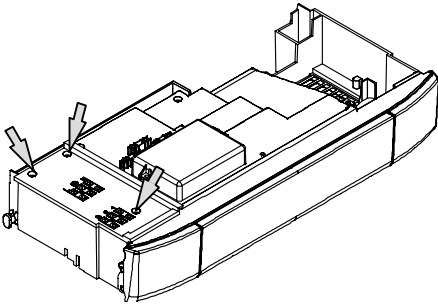

Figura 5.21
- Svitare le viti e rimuovere il coperchio copri morsetteria Figura 5.21 .